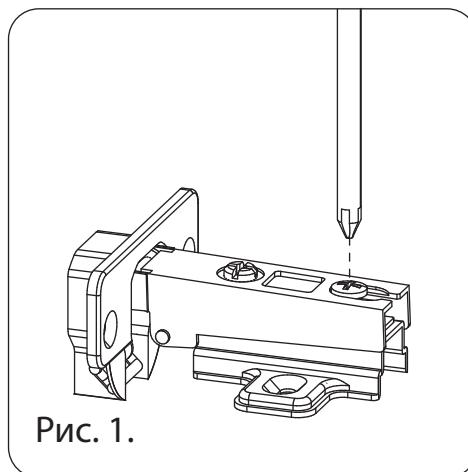

Рис. 1.
1. Ослабьте регулировочный винт (см. рис. 1) на петле.